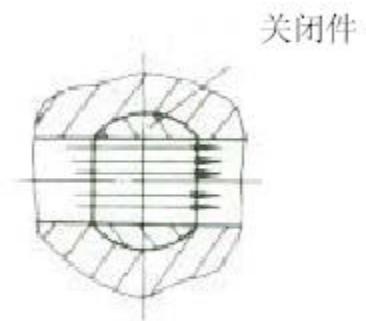

图1-3 旋塞和球形
- C 旋塞和球形：关闭件是柱塞或球体，围绕本身的轴线旋转，如图1-3 所示。